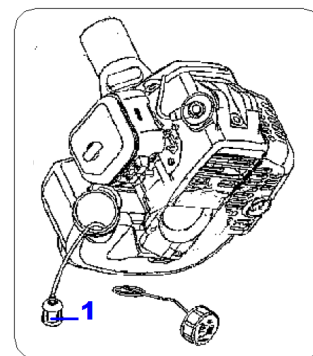

Fig.17
6.1.2- Filtro del carburante (Fig.17)